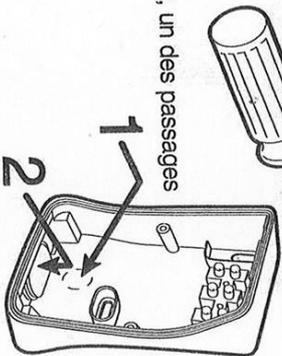

fig. 3
- 4 Ouvrir en le cassant, un des passages de câble. (fig. 3)